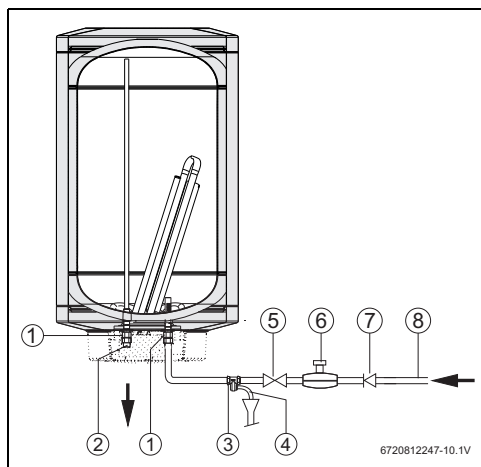

Рис. 9 Подключение воды
Для предотвращения неисправностей, вызванных неожиданными колебаниями давления в водопроводной сети, рекомендуется перед баком установить обратный клапан (рис. 9, [7]).
- ▶ Установите предохранительный клапан на подводе холодной воды к баку (рис. 9).
- ▶ Установите редукционный клапан (рис. 9).